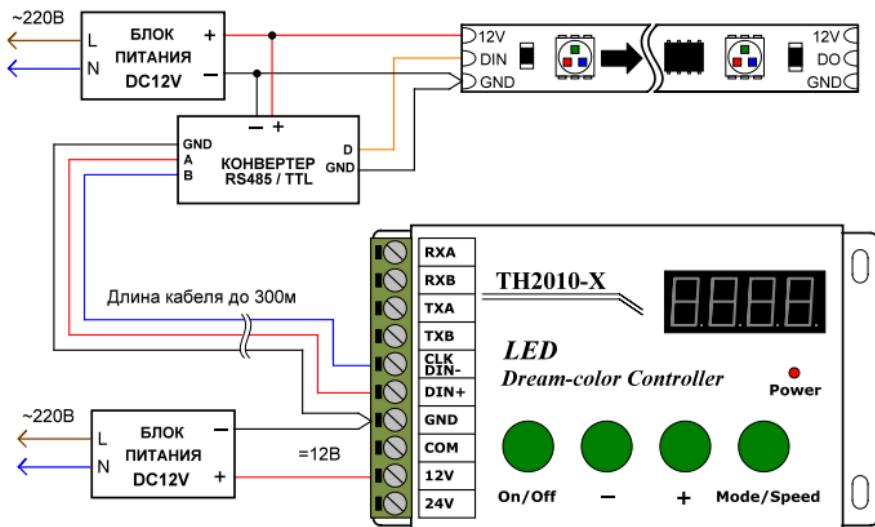

Рис.4. Схема подключения при большой удаленности ленты от контроллера.
3.3. Выполните подключение по одной из нижеприведенных схем (Рис.2 - Рис.4)